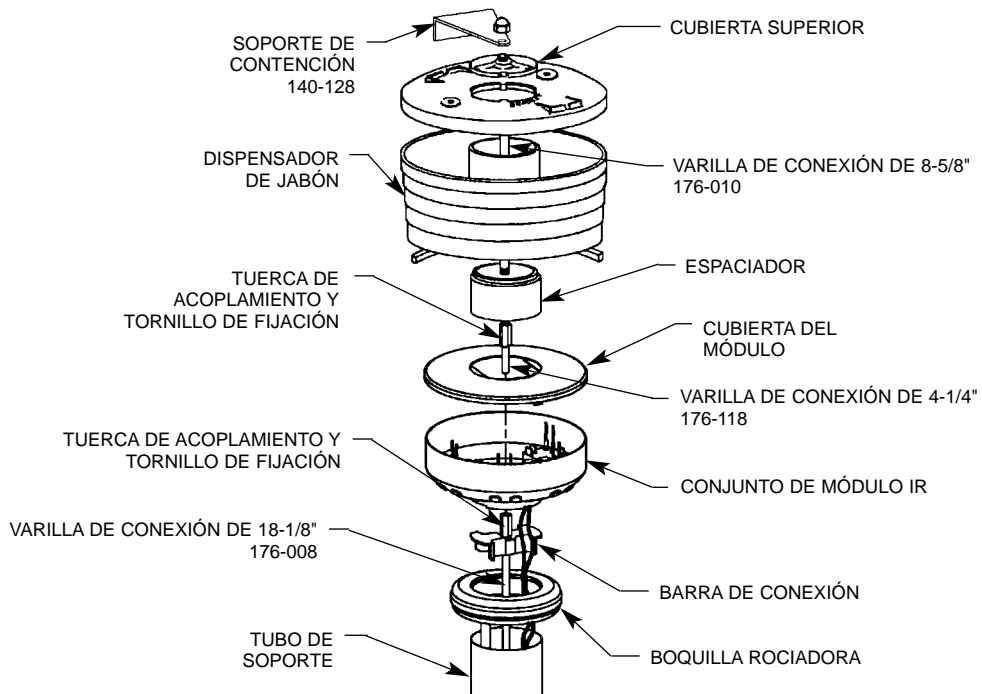

Figura 8
- PARA LAS UNIDADES CON OPCIÓN DE JABÓN, INSTALE EL ESPACIADOR, DISPENSADOR DE JABÓN Y CUBIERTA USANDO LA TUERCA DE ACOPLAMIENTO, LA TERCERA VARILLA DE CONEXIÓN (219 MM [8-5/8"] DE LARGO) Y LA SEGUNDA TUERCA DE ACOPLAMIENTO COMO SE MUESTRA (CONSULTE LA FIGURA 8 EN LA PÁGINA 57). FIJELAS CON EL SOPORTE DE CONTENCIÓN, LA TUERCA CIEGA Y EL TORNILLO DE CABEZA HUECA DE LA BOQUILLA ROCIADORA.